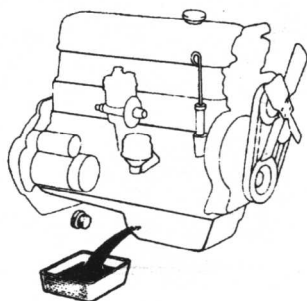
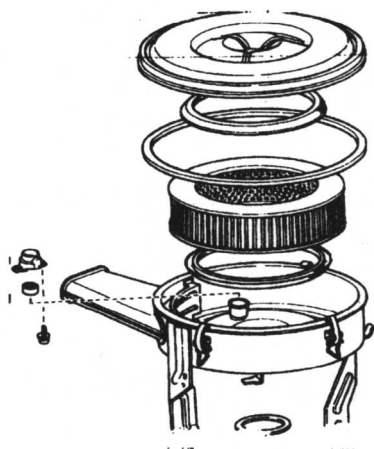
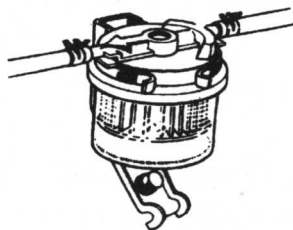

图 1-12
图 1-13
图 1-14
(4) 更换机油(见图 1-12),清洗机油滤清器、空气滤清器芯(见图 1-13),及汽油滤清器(见图 1-14)。